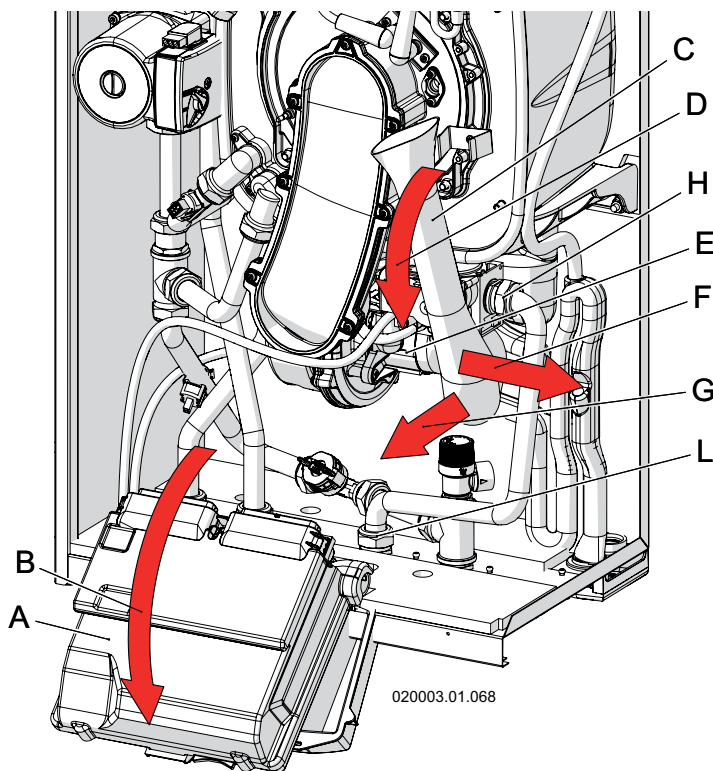

Figure 6-3 - Retrait de collecteur d'air
- 13 - retirez le collecteur d'air en vous assurant de le tourner vers l'extérieur puis sortez-le en glissant hors de l'entrée du ventilateur (voir figure 6-3, détail "C") ;
- 14 - retirez le tuyau d'entrée de gaz par les deux raccords (voir figure 6-3, détails "H" et "L") ;
19. - remplacez le tuyau d'entrée de gaz par les deux raccords (voir figure 6-3, détails "H" et "L") ;
20. - remontez le collecteur d'air (voir figure 6-3, détail "C") ;